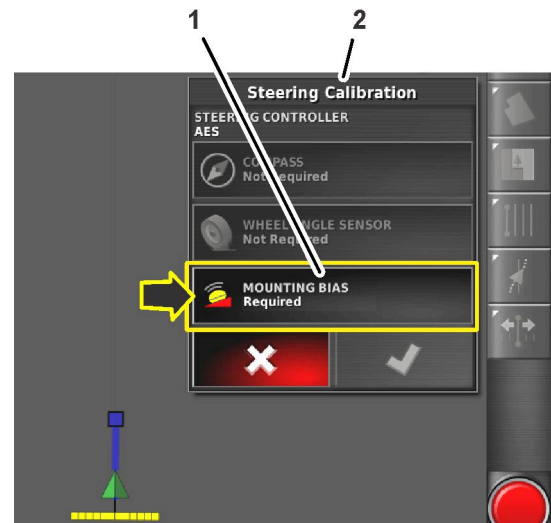

Figura 167
3. Pulse el icono SESGO DE MONTAJE (Figura 167).